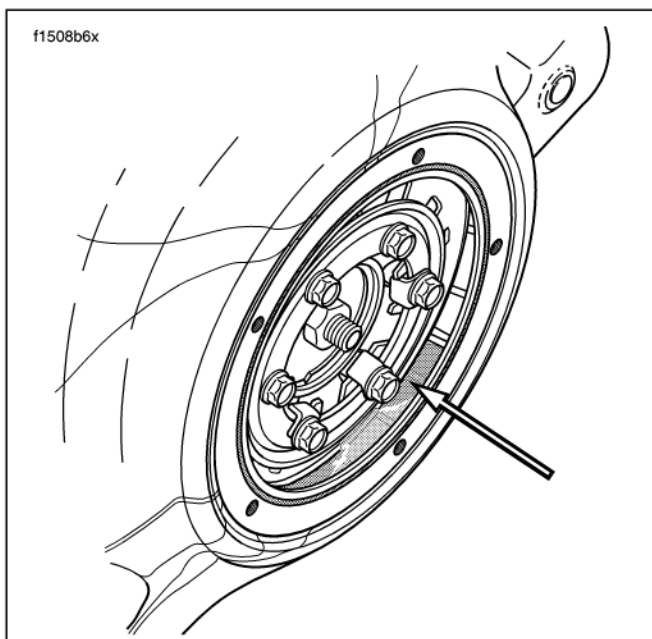

Figura 54. Livello dell'olio con la motocicletta in posizione verticale
4. Vedere la Figura 54. Con il veicolo verticale e non appoggiato sul cavalletto, il livello dell'olio deve essere visibile sul fondo del carter della catena.